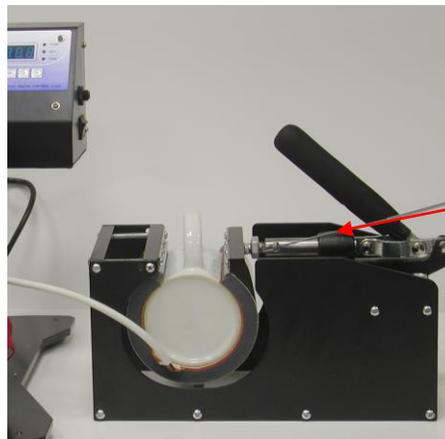

Рис. 13
3. Отрегулируйте давление с помощью регулировочного винта, показано на **рис. 13**. Соблюдая меры предосторожности, не прикасаясь к нагревателю установите кружку с бумагой. Следите за тем, чтобы край кружки располагался на 2-3 мм от края нагревательного элемента.